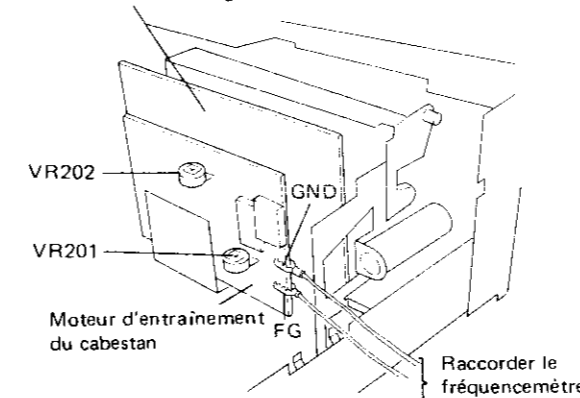

Fig. 12-5 Réglage de la vitesse de rotation rapide de déroulement de d'enroulement
1. Brancher un mesureur de fréquence entre les bornes FG et GND sur l'ensemble de contrôle du tambour de moteur. Voir Fig. 12-5.